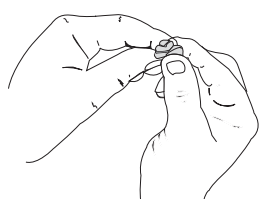

Fig. 35
- Apriete el filtro para esparcir y retirar el exceso de aceite (Fig. 35).